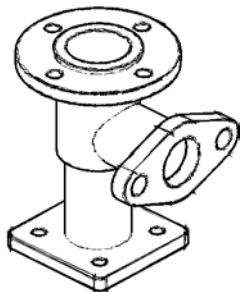

图 9-39 勾画
- 勾画：使用线延伸和抖动边修改器显示手绘效果对象，如图 9-39 所示。